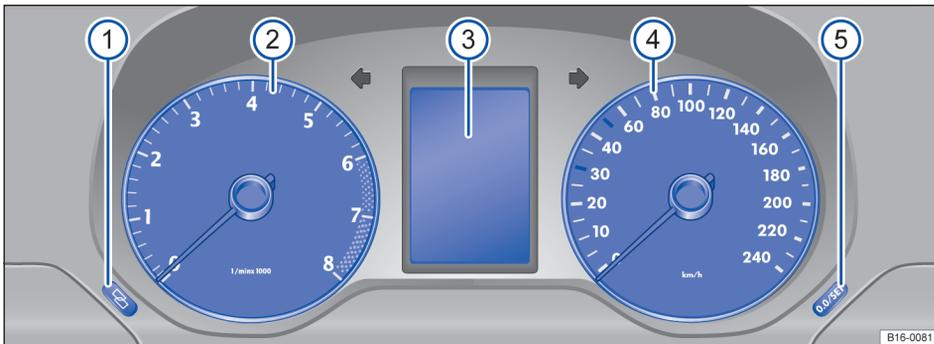
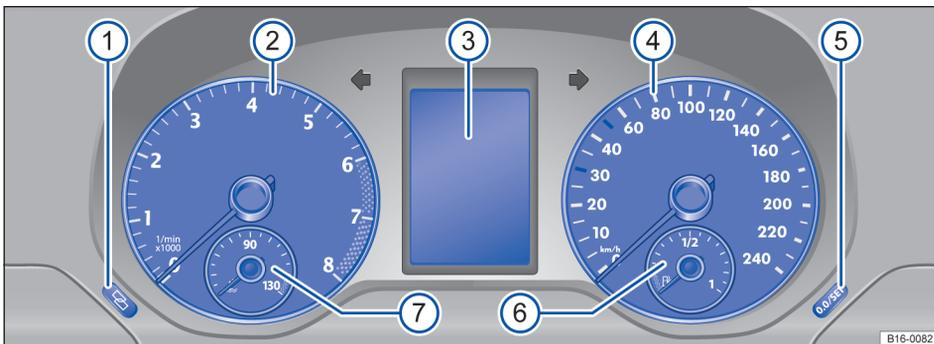

Fig. 9 Cuadro de instrumentos en el tablero de instrumentos (versión 1).
Fig. 10 Cuadro de instrumentos en el tablero de instrumentos (versión 2).
Explicaciones sobre los instrumentos ⇒ fig. 9 o ⇒ fig. 10:
- ① **Tecla de ajuste del reloj¹⁾**
- Para avanzar, pulse la tecla  ⇒ fig. 9 ⑤. Para avanzar rápidamente, manténgala presionada.
- ② **Cuentarrevoluciones** (revoluciones x 1.000 por minuto del motor en marcha)
- ③ **Indicaciones de la pantalla** ⇒ página 19 En la versión 1 del cuadro de instrumentos ⇒ fig. 9 con **indicador del nivel de combustible** ⇒ página 233.
- ④ **Velocímetro**
En la pantalla del cuadro de instrumentos ⇒ **fig. 9** pueden visualizarse diferentes informaciones en función del equipamiento del vehículo:
La indicación del servicio aparece en la pantalla del cuadro de instrumentos ⇒ fig. 9 .